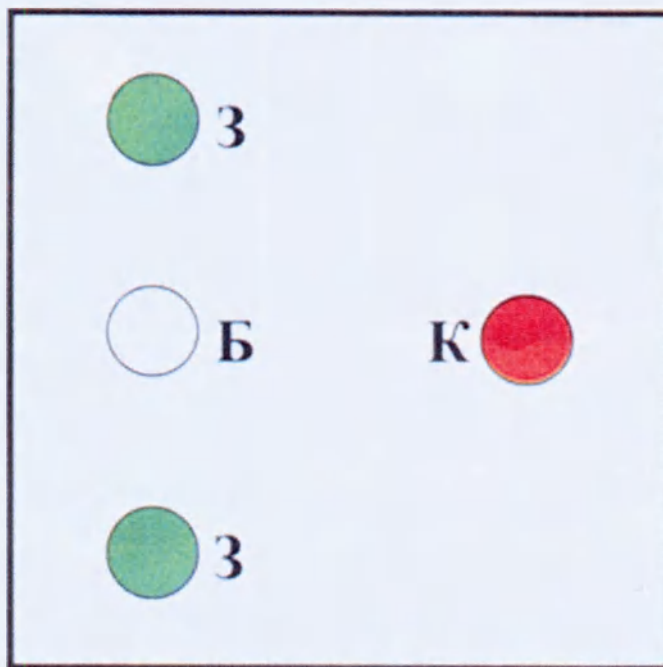

Рисунок 1 - Схема расположения объектов
9.1.1 Расположить обследуемого пациента напротив цветотеста на расстоянии 5 м и предложить назвать цвет и расположение наблюдаемых светящихся тестов (рисунок 1).